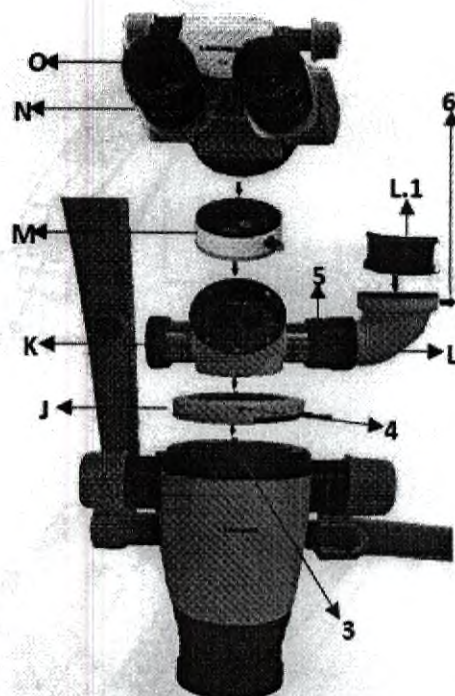

Рис. 7
4. Установка принадлежностей на голову микроскопа согласно указаниям ниже (рисунок 7):